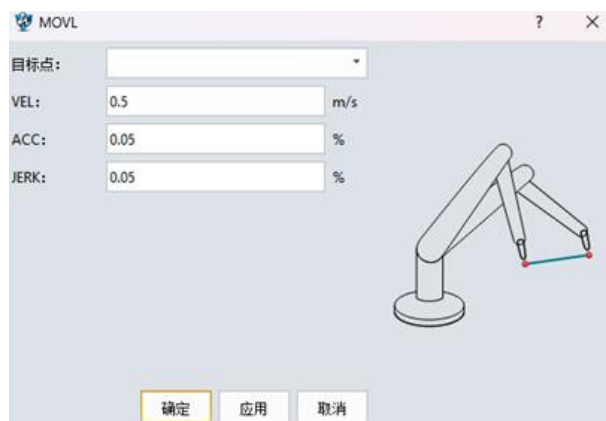

图 3-35: MOVL
- **说明：** VEL 的单位为 m/s；ACC 和 JERK 都使用百分比形式，输入范围为正数。如果小于或等于 0，将报告错误；（图 3-35）。